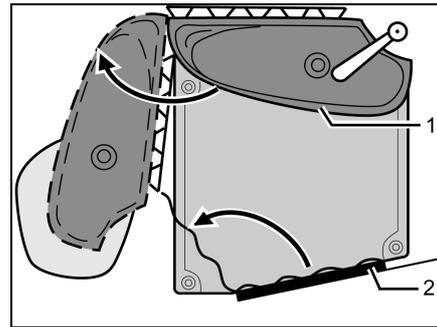

Bild 240 Vario-Toilette
- Waschbecken mit Rückwand (Bild 240,1) in Pfeilrichtung drehen.
- Den Toilettenraum betreten und die Toiletten-Eingangstür (Bild 240,2) von innen schließen und verriegeln.